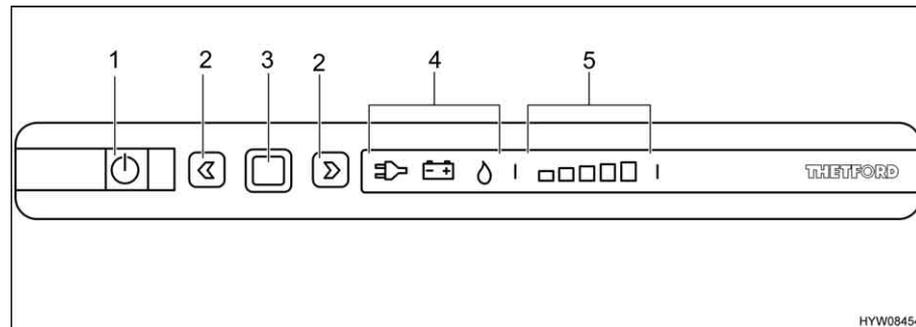

Fig. 172 Elementos de mando para el frigorífico
El modo de funcionamiento actual será visualizado por medio de un símbolo iluminado (Fig. 172,4) en la unidad de mando.
Una vez conectado, el frigorífico selecciona automáticamente el último ajuste seleccionado del termostato. Este reajuste puede modificarse manualmente con las teclas de flecha (Fig. 172,2). Las barras luminosas de la visualización de las etapas de refrigeración (Fig. 172,5) indican el ajuste seleccionado del termostato. Con las teclas de flecha se ajusta la temperatura de refrigeración para los tres tipos de energía. Pasan algunas horas hasta que el frigorífico alcanza la temperatura de servicio normal. Al conmutar el modo de funcionamiento se mantiene el ajuste del termostato. La temperatura de refrigeración se mantiene independientemente del tipo de energía.
- Presionar la tecla On/Off (Fig. 172,1) por 1 segundo. La tecla (Fig. 172,1) se iluminará de color verde. Después de aprox. 10 segundos, la visualización se atenuará automáticamente por razones de ahorro de energía.
- Pulsar la tecla de confirmación (Fig. 172,3). Se visualizará el ajuste actual del modo de funcionamiento.
- Si no está ajustado el modo de funcionamiento Gas: Para cambiar el ajuste, pulsar la tecla de confirmación (Fig. 172,3) por aprox. 2 segundos.
- Seleccionar el modo de funcionamiento Gas con las teclas de flecha (Fig. 172,2). El suministro de gas está abierto. El encendido se realiza automáticamente. Se oye un sonido de tic-tac hasta que el proceso de encendido se haya llevado a cabo con éxito.
- Pulsar la tecla de confirmación (Fig. 172,3) por aprox. 2 segundos.
- Pulsar de nuevo la tecla de confirmación (Fig. 172,3). La etapa de refrigeración actual será visualizada por medio de las barras luminosas (Fig. 172,5).
- Para cambiar el ajuste, pulsar las teclas de flecha (Fig. 172,2) hasta que se visualice el ajuste deseado.
- Pulsar la tecla On/Off (Fig. 172,1) por aprox. 2 segundos. Se apagarán todos las lámparas. El frigorífico está desconectado.
- Si no está ajustado el modo de funcionamiento con 230 V: Para cambiar el ajuste, pulsar la tecla de confirmación (Fig. 172,3) por aprox. 2 segundos.
- Seleccionar el modo de funcionamiento con 230 V a través de las teclas de flecha (Fig. 172,2).
- Si no está ajustado el modo de funcionamiento con 12 V: Para cambiar el ajuste, pulsar la tecla de confirmación (Fig. 172,3) por aprox. 2 segundos.
- Seleccionar el modo de funcionamiento con 12 V a través de las teclas de flecha (Fig. 172,2).